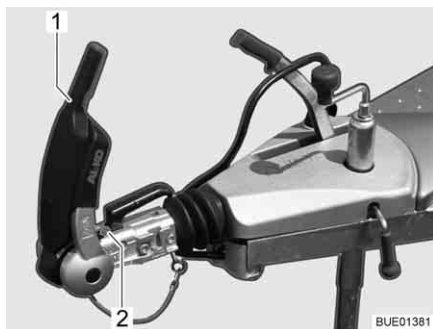

Fig. 96 Indicatori guarnizioni di attrito davanti e dietro
- Aprire la maniglia di stabilizzazione (Fig. 96,1).
Il controllo avviene mediante l'indicatore che si trova davanti alla maniglia del gancio (Fig. 96,2).